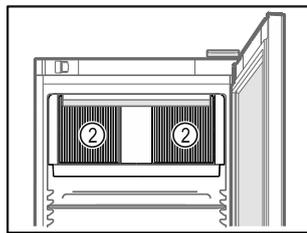

Fig. 72
- Mbani të lira kanalet e ajrimit Fig. 72 (2) të ventilatorit të qarkullimit të ajrit në hapësirën e brendshme.